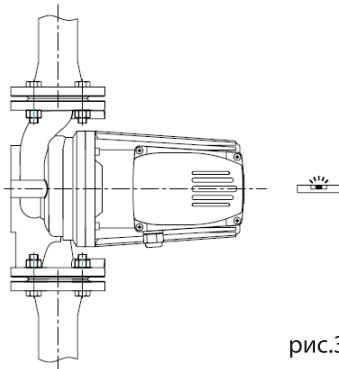

рис.3
**A.** Убедитесь, что валы насоса расположены горизонтально и не испытывают нагрузки (см. Монтажные положения, показанные на рис.3-рис.8).